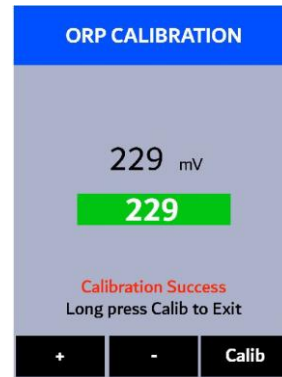

Figura 30.
7. Pulse **Calib** (**OK**). El mensaje "**Calibración exitosa**" aparecerá en la pantalla (Figura 30).